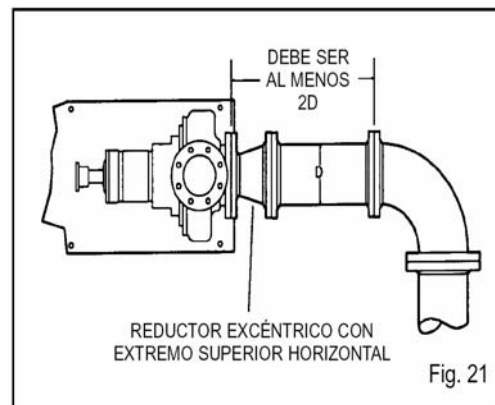

Fig. 21
1. Debe evitarse el uso de codos cerca de la brida de succión de la bomba. Debe haber un mínimo de dos diámetros de tubería recta de distancia entre el codo y la toma de succión. Cuando se utilicen, los codos deben ser de radio largo (Fig. 21).